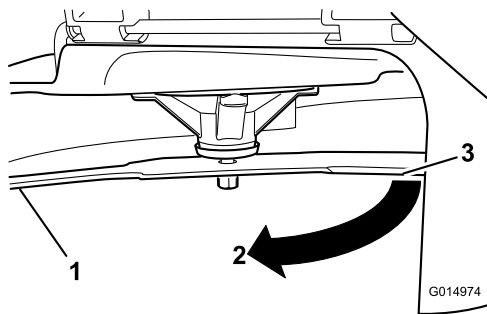

Bild 74
3. Zweiter zwischen Messer und Oberfläche (B) gemessener Abstand
4. Drehen Sie dasselbe Messer um 180 Grad, sodass die andere Schnittkante jetzt in derselben Stellung ist (Bild 74).